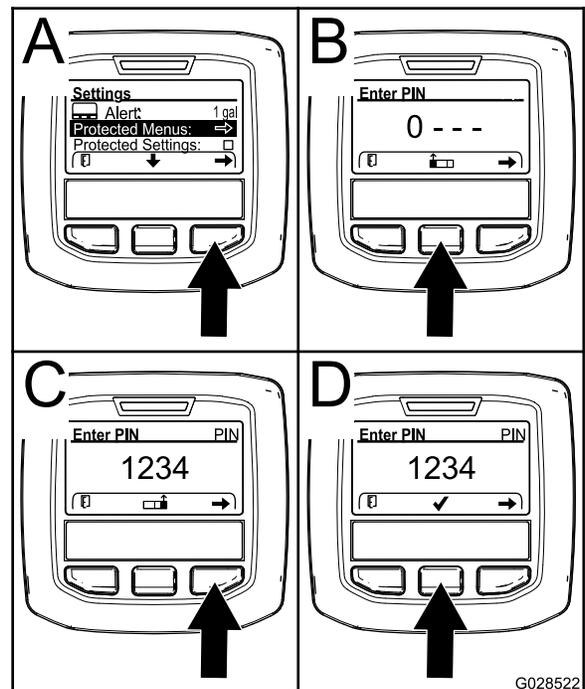

Figura 24
3. Premete il pulsante di selezione destro per selezionare i Menu protetti (A della Figura 24).
- Premete il pulsante di selezione centrale (B della Figura 24) per aumentare il valore numerico (da 0 a 9)..
- Premete il pulsante di selezione destro (C della Figura 24) per spostare il cursore alla posizione numerica successiva a destra.
Nota: Comparirà l'icona del segno di spunta sopra il pulsante di selezione centrale (D della Figura 24).
6. Premete il pulsante di selezione centrale (D della Figura 24) per inserire la password.